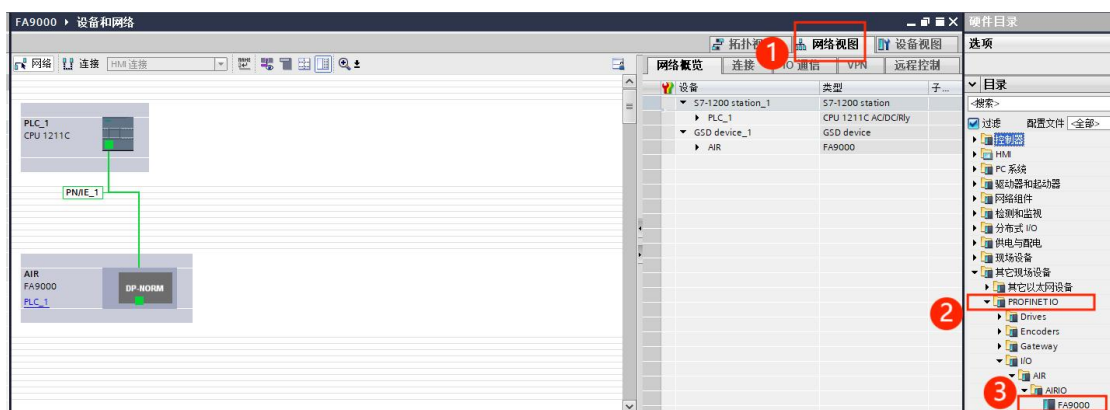
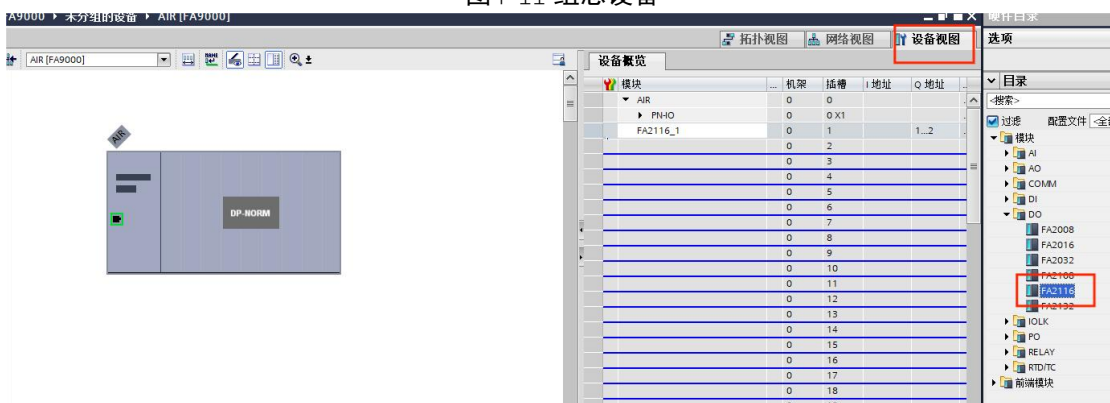

图4-11 组态设备
图4-12 组态I/O模块
4、组态设备，在网络视图中展开硬件目录，并选择耦合器，如图4-11所示，双击耦合器进入设备视图中组态I/O模块，如图4-12所示。